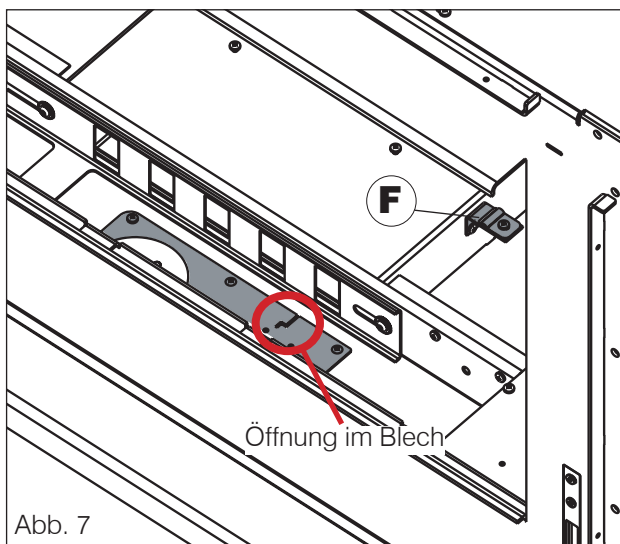

Abb. 7
- Setzen Sie das montierte Thermostatventil in den dafür bestimmten Platz, indem Sie das Fühlerkabel durch die entsprechende Öffnung im Blech führen (Abb. 7).
- Befestigen Sie die Halterung des Fühlers, (**F** - Abb. 7) indem Sie sie in die vorgesehenen Öffnungen schrauben.